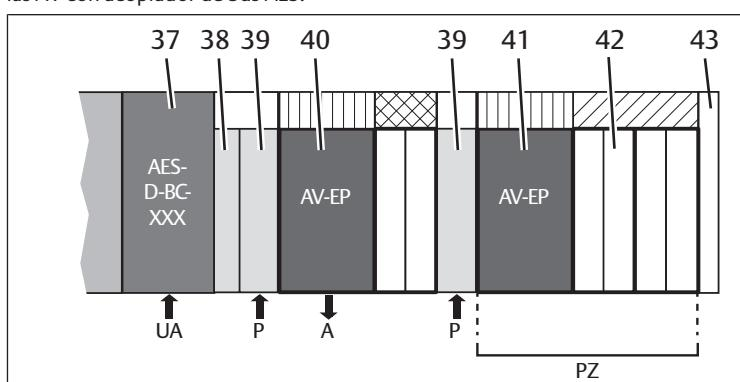

Fig. 12: Configuración de ejemplo
En la fig. 12 se muestra una configuración de ejemplo de un sistema de válvulas AV con acoplador de bus AES.
1. Disponga una placa de alimentación neumática (39) para garantizar que se disponga de una conexión adicional de aire de alimentación/escape.
► Coloque la válvula reguladora de presión AV-EP contigua a las válvulas distribuidoras que reciben la alimentación (42). La válvula reguladora de presión AV-EP debe quedar en el lado orientado al acoplador de bus AES (37) (véase la fig. 12, zona de presión PZ).
Para alcanzar el caudal máximo de la válvula reguladora de presión AV-EP, recomendamos montar una placa de alimentación neumática (39) antes de la válvula reguladora de presión (véase la configuración de ejemplo en la fig. 12).
- Coloque el regulador de presión única (40) entre el acoplador AES (37) y el regulador de zonas de presión (41) (véase la configuración de ejemplo en la fig. 12).